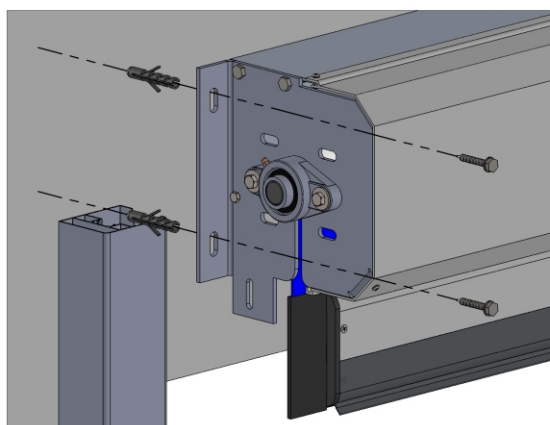

Figura 6: Fijación de la máquina a la pared
- Finalizar la fijación de la máquina a pared, apretando en la totalidad los tornillos como en la figura 6 a 9.